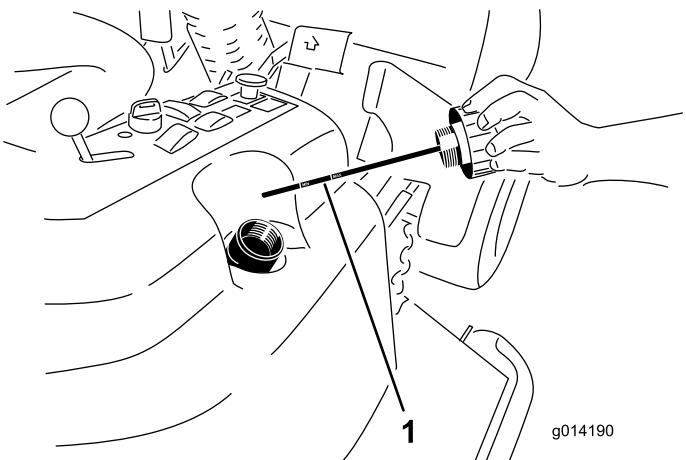

Figura 48
4. Togliete il tappo di riempimento idraulico (Figura 48) dal collo del bocchettone.
5. Togliete l'asta di livello ed asciugatela con un panno pulito (Figura 48).
6. Avvitate a fondo l'asta di livello nel bocchettone di riempimento, quindi estraetela e controllate il livello del fluido (Figura 48).